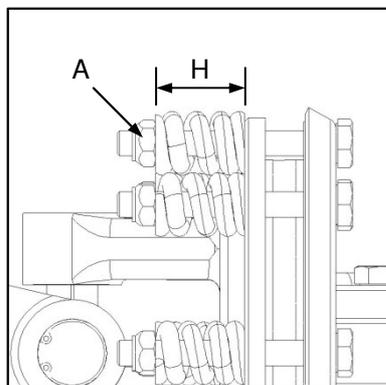

Fig. 4
- ✔ Release the pre-load on the friction clutch plates by loosening the nuts (Fig. 4-A) until the compression
- ✔ Ontspan die voorlas op die wrywingkoppelaarplate deur die moere los te draai (Fig. 4-A) totdat die drukveer net
Following any maintenance or repair of the PTO friction clutch assembly the pre-load on the friction clutch plates must be adjusted to factory specifications. This is accomplished by adjusting the nuts (Fig. 4-A) to set the compressed spring length (Fig. 4-H).
Na instandhouding of herstel van die kragaftakkeraswrywingkoppelaarmontering moet die voorlas op die koppelaarplate volgens fabriekspesifikasies verstel word. Dit word gedoen deur verstelling van die moere (Fig. 4-A) om die saamgeperste veer se lengte te stel (Fig. 4-H).